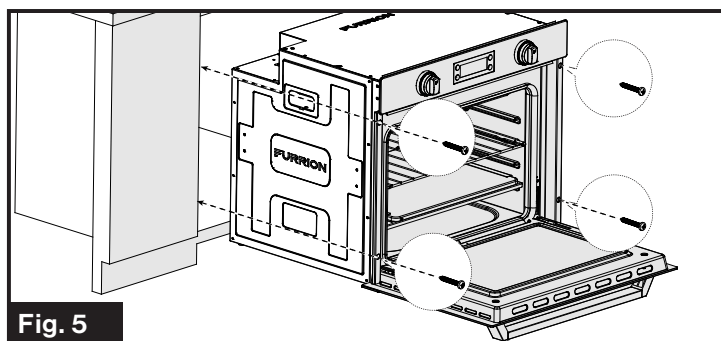

Fig. 5
4. Ouvrez la porte du four, puis fixez solidement le four en place à l'aide de quatre vis (**non fournies**). (Fig. 5)